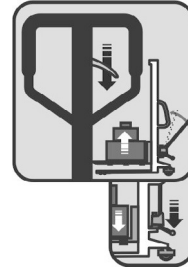

Fig. 3 – Posicione la palanca para abajo
- a. Posicione la palanca para abajo y mueva el mango o accione el pedal para elevar la carga (fig. 3).